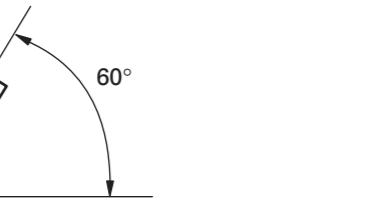

Fig. 3
- If installation angle exceeds 60° from horizontal, the unit might not give its optimum performance. (Fig. 3)
**Fig. 3****Removing the Unit (Fig. 5) (Fig. 6)****Fig. 5****Fig. 6****DIN Rear-mount****Installation using the screw holes on the side of the unit****1. Remove the frame. (Fig. 7)****Fig. 7**
- Si el ángulo de la instalación excede los 60° del lado horizontal, la unidad podría no brindar su óptimo funcionamiento. (Fig. 3)
**Fig. 3****Quitado de la unidad (Fig. 5) (Fig. 6)****Fig. 5****Fig. 6****Montaje trasero DIN****Instalación usando los agujeros para tornillos ubicados en ambos costados de la unidad****1. Quite el marco. (Fig. 7)****Fig. 7****2. Fijación de la unidad a la ménsula de montaje existente. (Fig. 8) (Fig. 9)**